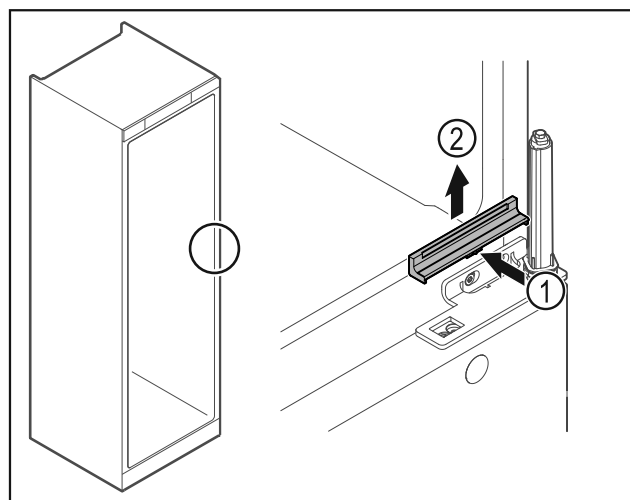

Fig. 21
- Kryt Fig. 21 (1) uprostřed mírně stiskněte a vyjměte směrem nahoru Fig. 21 (2).